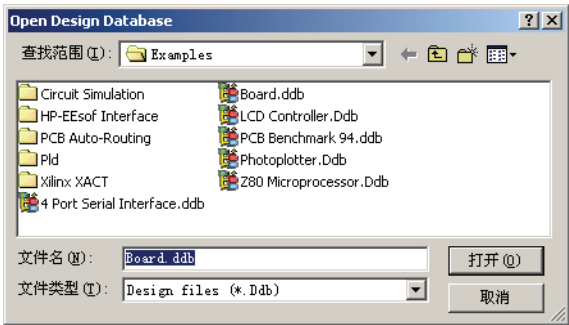

图 1-9 “Open Design Database”对话框
3) Open: 打开已存在的设计库。执行该命令后, 系统将弹出如图 1-9 所示的“Open Design Database”对话框, 在其中选择需要打开的文件对象或设计数据库。